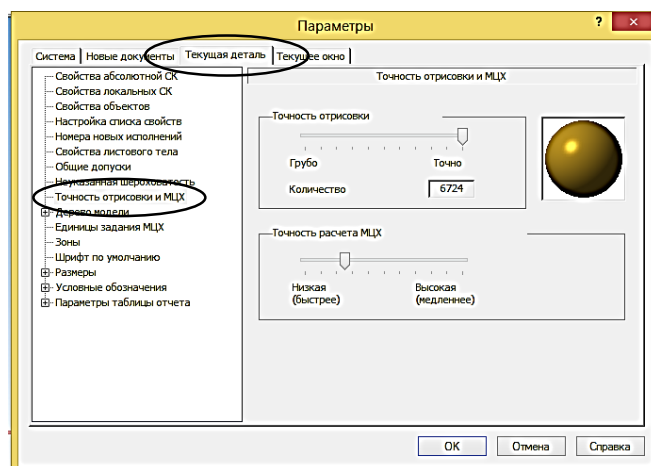

Рисунок 25 – Диалоговое окно →Текущая
**отрисовки** в МЦХ (массо – центровочная характеристика). В справочном поле диалога будет показан условный коэффициент точности отображения – количество треугольников, а в окне просмотра – изображение поверхности сферы при выбранной степени точности «Бегунок», удерживая ЛКМ, переведите в положение **Точно**. Настроив точность отрисовки и расчетов, нажмите **ОК** (рисунок 25).